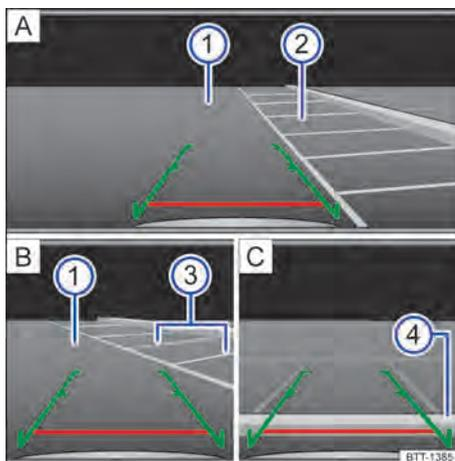

Fig. 104 Exibição do display do sistema do rádio: estacionar com a câmera de marcha a ré.
Legenda para Fig. 104:
- Posicionar o veículo na frente da vaga de estacionamento → Fig. 104 ② **A**.
- Conduzir para trás lentamente e manobrar de modo que as guias verdes laterais conduzam entre as linhas de delimitação da vaga de estacionamento delimitada ② **A**. ▶